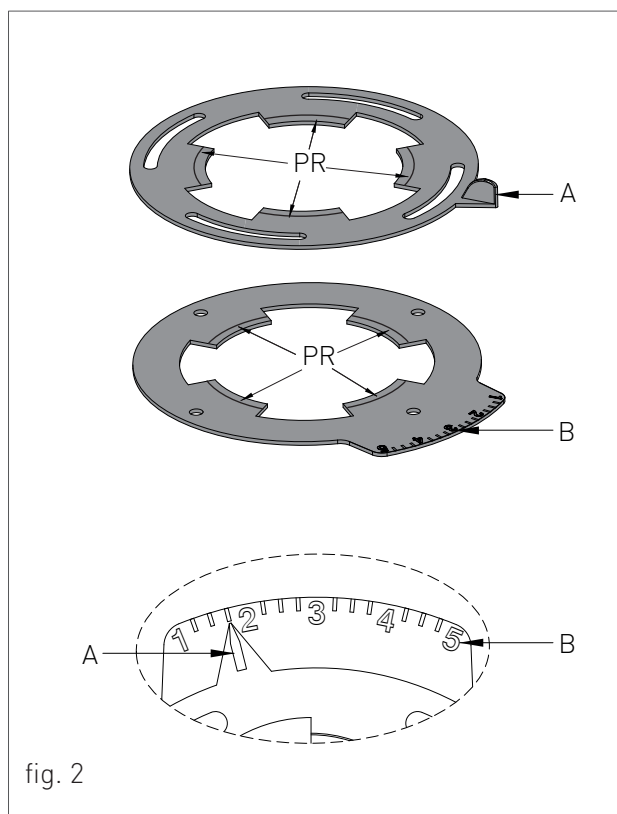

fig. 2
Pentru a regla diafragmele, procedați după cum urmează (vezi fig.2)
- › Unde este indicat: „ fără marcaj prealabil ”, toate marcajele pre-marcate pe diafragme trebuie șterse (PR-fig.2).
- › Mutați indicele de referință (A-fig.2) prin alunecare de-a lungul indicelui gradat (B-fig.2), în funcție de ajustarea care trebuie făcută;